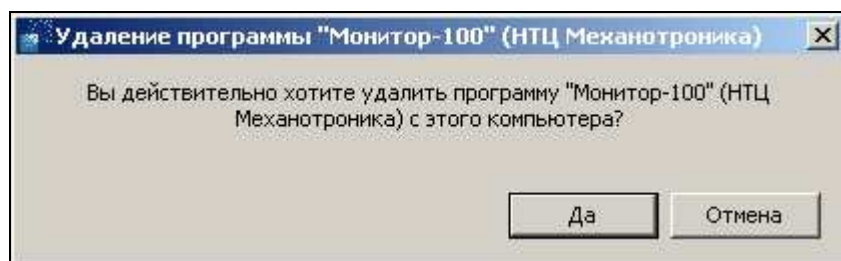

Рисунок 13
2.3.2 Перед удалением ПрО «Монитор-100» появится диалоговое окно подтверждения удаления (рисунок 13). Для удаления нажать кнопку «Да», для отмены нажать кнопку «Отмена».